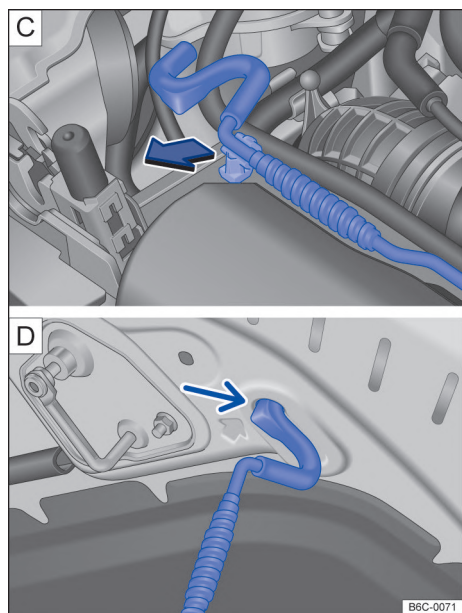

Fig. 179 C) Varilla de sujeción de la tapa del compartimento del motor. D) Tapa del compartimento del motor apoyada en la varilla de sujeción.
- Retirar la varilla de sujeción del soporte en el sentido de la flecha → fig. 179 C) y posicionarla en el hueco de paso del capó delantero → fig. 179 D).
- Retirar la varilla de sujeción del orificio → fig. 179 D) y encajarla en el portacierre → fig. 179 C).